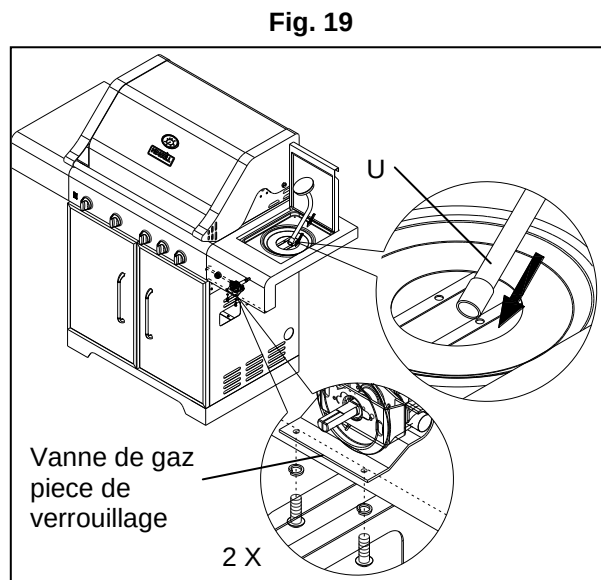

Fig. 20
Insérez le tube de brûleur latéral (U) dans la vanne de gaz, puis serrez-le au moyen de deux vis à tête bombée de 0,40 cm (5/32 po) x10 mm (AA) et deux rondelles de blocage de 0,40 cm (5/32 po) (BB), comme l'illustre la Figure 20.